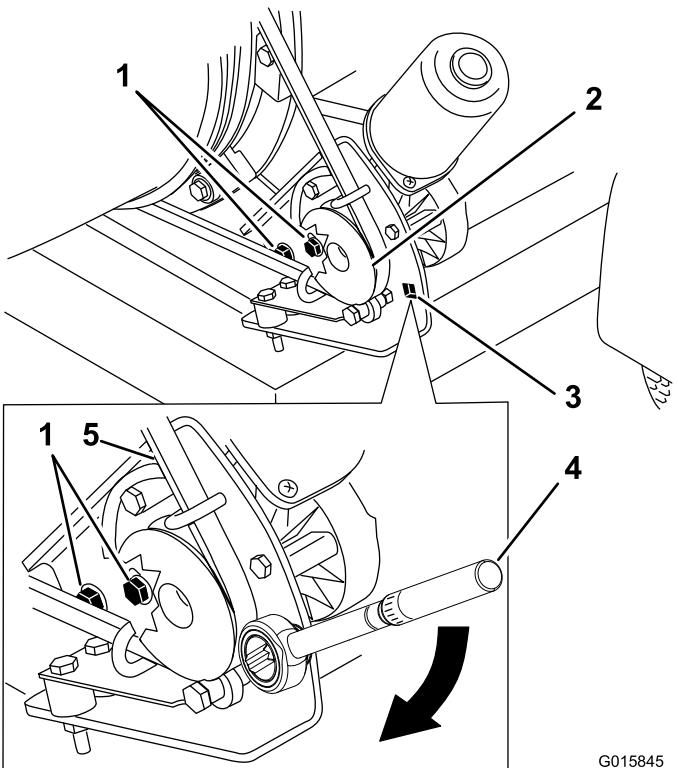

图28
1. 拧开将皮带轮安装支架固定到吹风机机架上的螺栓（图28）。
2. 将扭矩扳手放入皮带轮安装支架（图28）。
3. 将皮带轮安装支架转离出风管、直至扭矩扳手读数为 $22.6\sim26.0\text{Nm}$ （图28）。